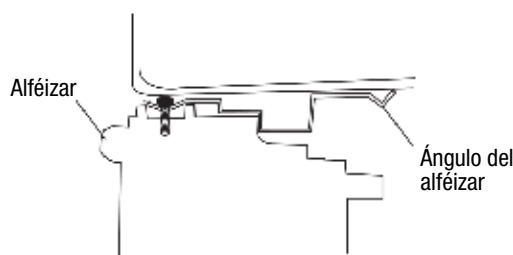

FIG. 12
2. Coloque el gabinete en la ventana con el ángulo del alféizar inferior firmemente asentado sobre el alféizar de la ventana como se muestra. Baje la ventana temporalmente detrás del ángulo superior para mantener el gabinete en su lugar. (Fig. 12)